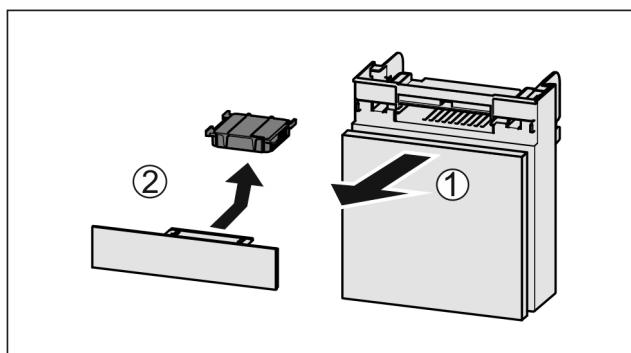

Fig. 136
- Predal izvlecite Fig. 136 (1) naprej.
- Odstranite Fig. 136 (2) aktivni ogleni filter.